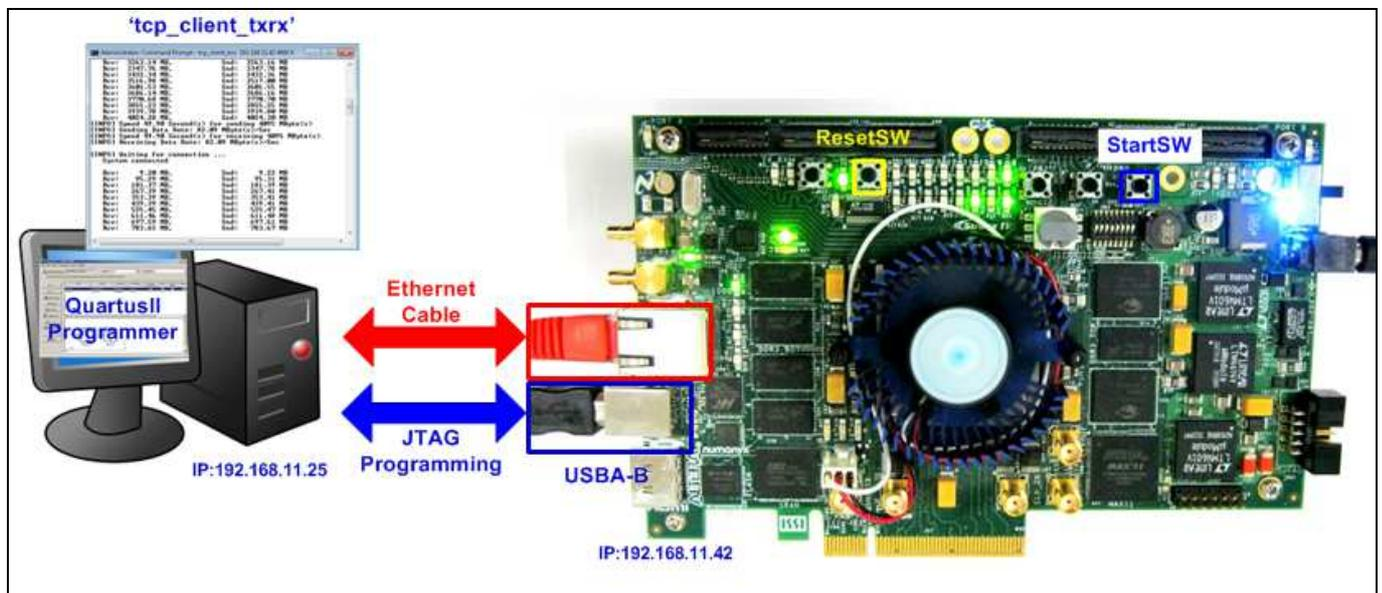
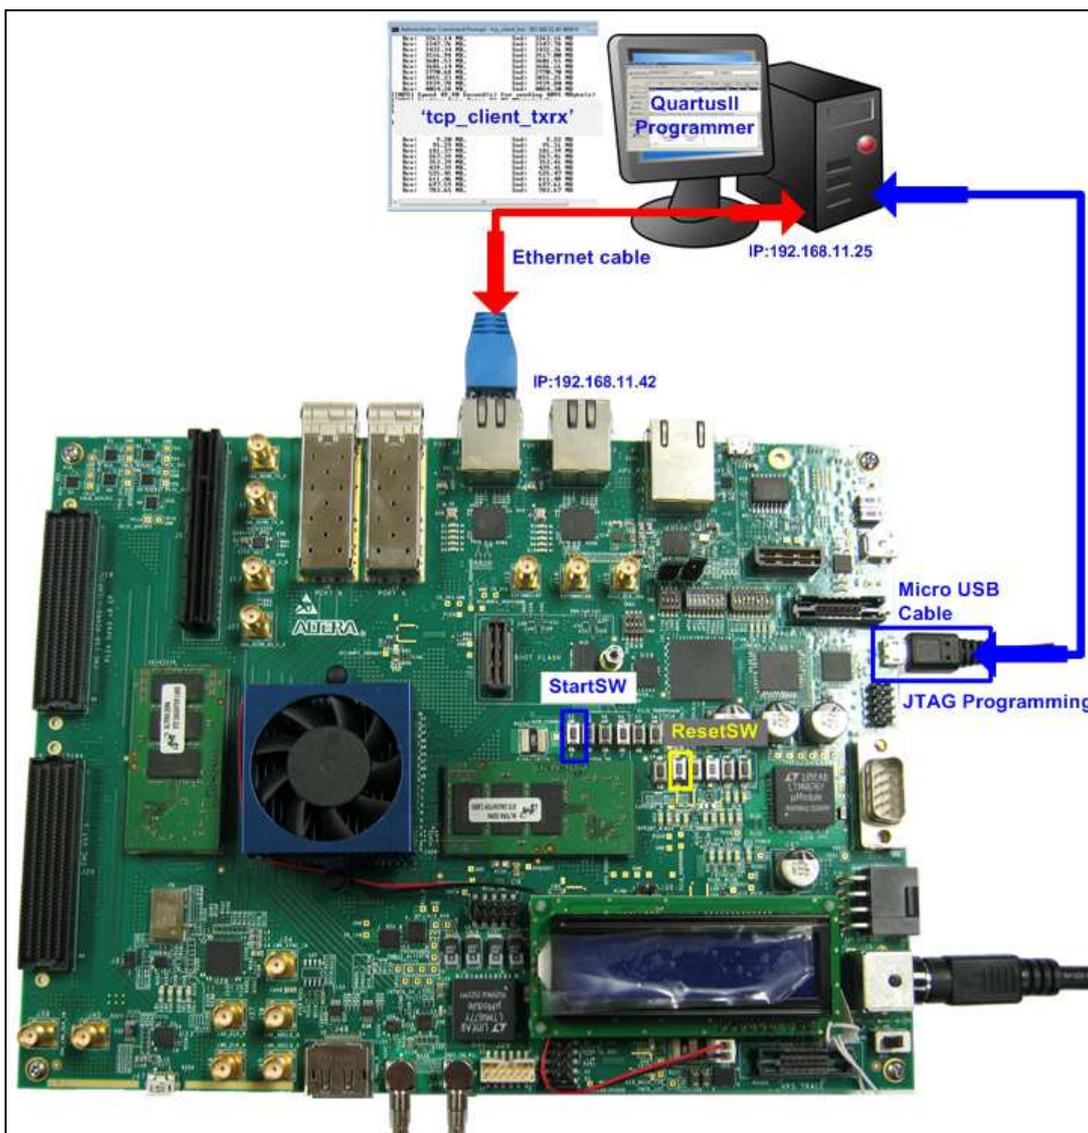
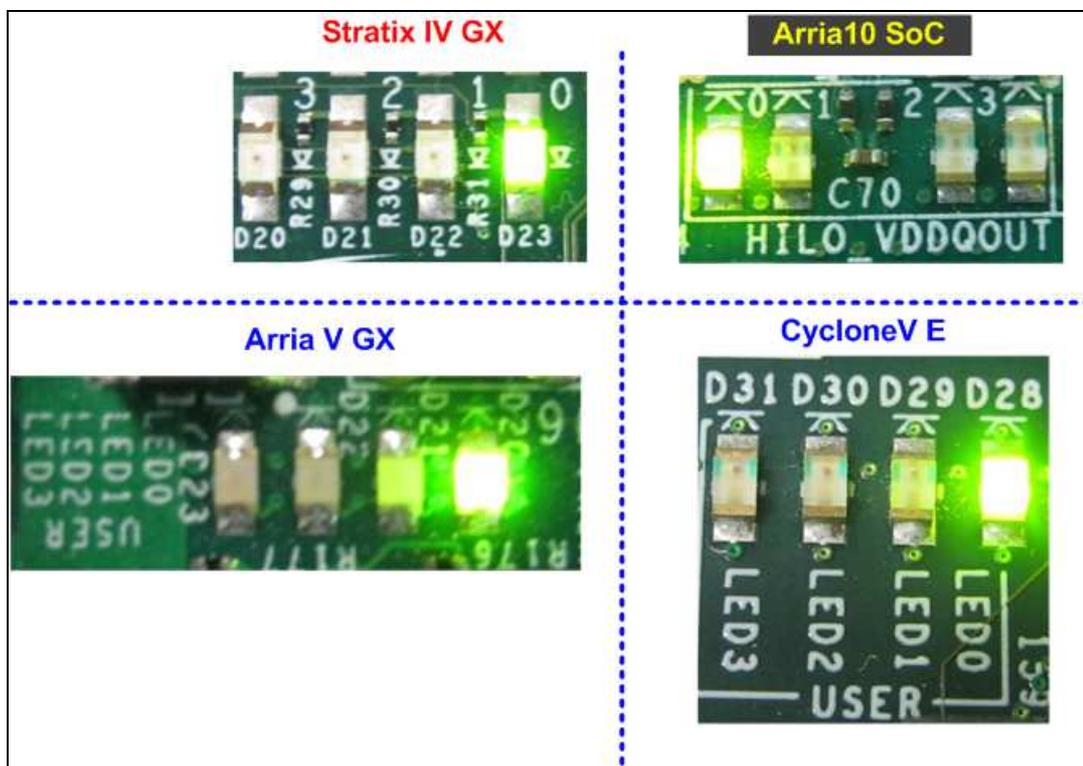

図 1-1: StratixIV GX FPGA 開発キットにおける TOE1G-IP 同時送受信デモ環境のセットアップ
図 1-4: Arria10SoC 開発キットにおける TOE1G-IP 同時送受信デモ環境のセットアップ
図 4-3: StartSW 押下後の LED 状態
- 図 1-1 ~ 図 1-4 に示す PB0-SW の StartSW を押下して IP コアの初期化を実行します。すると図 4-3 に示すように LED0 が点灯します。